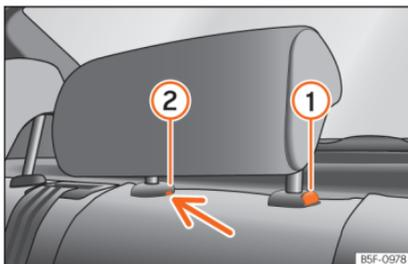

Abb. 142 Hintere Kopfstütze in der Mitte: Entriegelungsstelle.
- Drücken Sie die Taste ① » » » **Abb. 142** und gleichzeitig mit einem Schlitzschraubendreher (Breite max. 5 mm) in die Öffnung der Verriegelung ② » » » **Abb. 142** und ziehen Sie die Kopfstütze heraus.